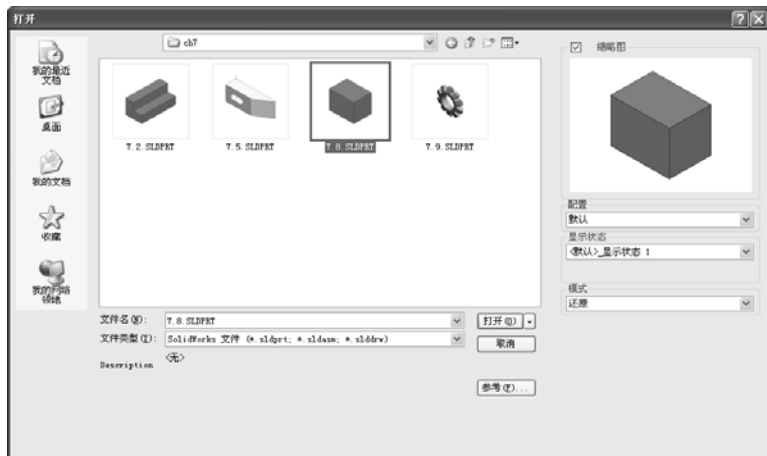

图 1-5 “打开”对话框
2) 选择文件类型。此时系统弹出如图 1-5 所示的“打开”对话框。对话框中的“文件类型”下拉菜单用于选择文件的类型,选择不同的文件类型,在对话框中会显示文件夹中对应文件类型的文件。选择“缩略图”选项,选择的文件就会显示在对话框中的“缩略图”窗口中,但是并不打开该文件。